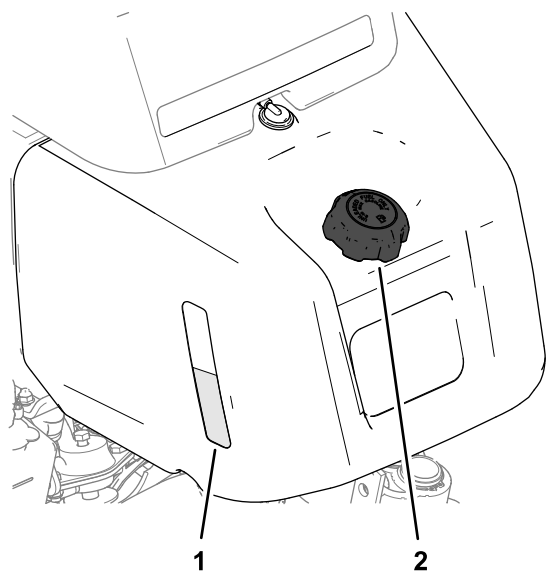
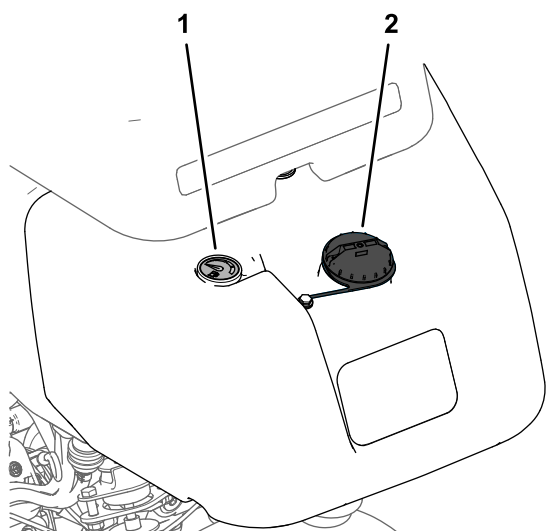

Figura 22
Figura 23
1. Limpie alrededor del tapón de combustible y retírelo (Figura 22 o Figura 23).